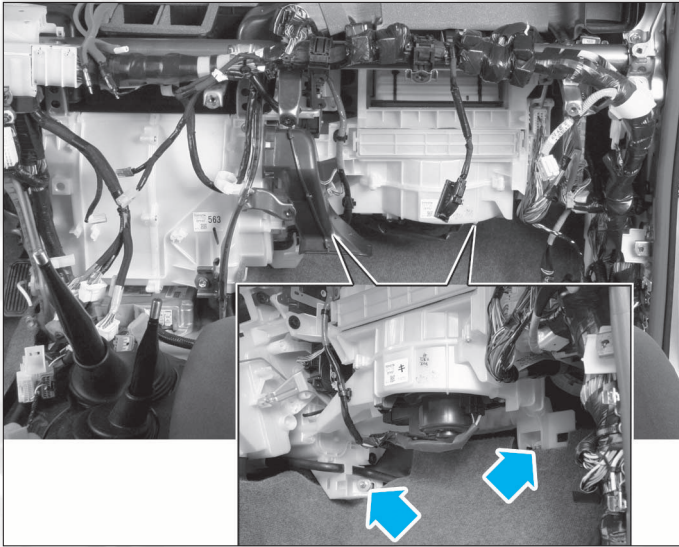

FIG. 14
- Débrancher les connecteurs attenants, puis déposer le boîtier de chauffage-climatisation (fig. 14).